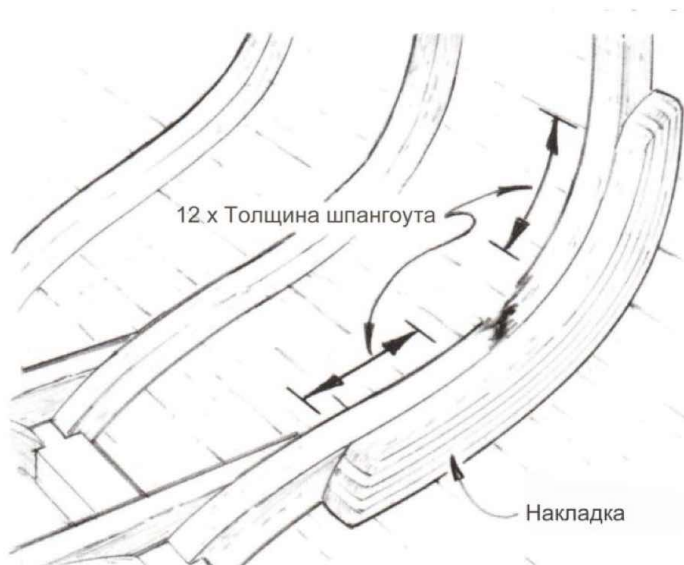

Рисунок 4-6 Выклеивайте накладку шпангоута длиннее, чем повреждённый участок.
1. Выклеивайте полноразмерную накладку немного длиннее, чем оригинальный шпангоут и обработайте поверхность так, чтобы она плотно прилегала к повреждённому шпангоуту. Накладка только на повреждённую часть шпангоута должна быть простирается в каждую сторону от повреждения на длину в 12 раз превышающую толщину шпангоута (Рисунок 4-6). Накладка также может быть вырезана из цельного куска древесины. Используйте ту же породу древесины, из которой изготовлен оригинальный шпангоут.